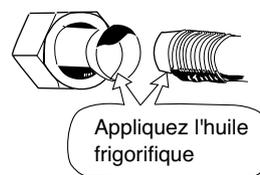

Fig. 7-4
- (1) Appliquez un capuchon ou un ruban adhésif pour éviter que la poussière ou l'eau ne pénètre dans les tubes avant que ceux-ci soient utilisés.
- (2) Lubrifiez avec de l'huile frigorigère le dudgeon et le raccord pour éviter les fuites. Vous réduirez ainsi efficacement les fuites de gaz. (Fig. 7-4)